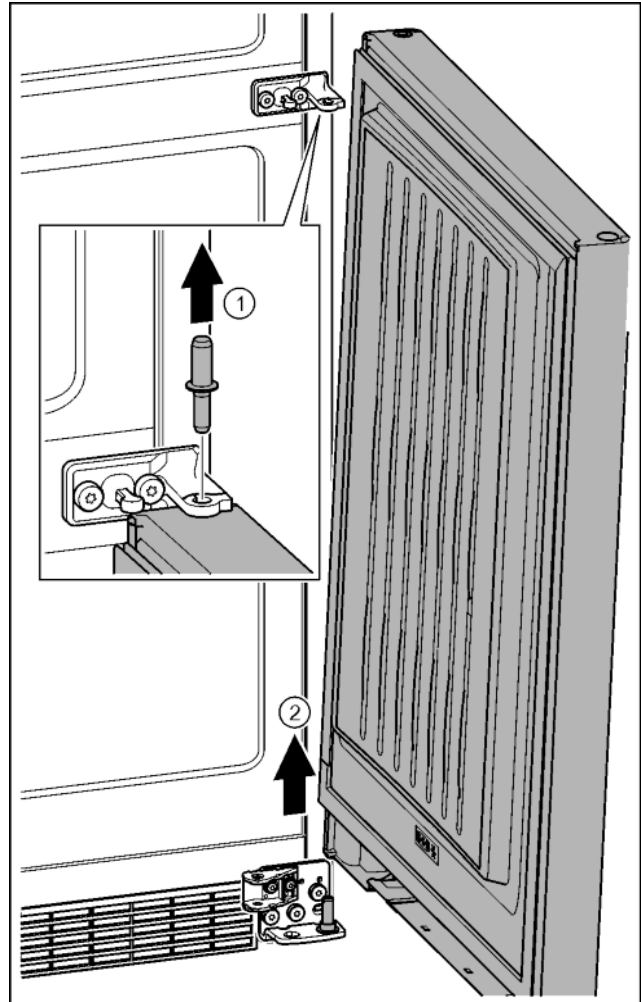

Fig. 23
- ▶ Bolzen nach oben herausziehen. *Fig. 23 (1)*
- ▶ Tür herausschwenken, nach oben ziehen und beiseite stellen. *Fig. 23 (2)*